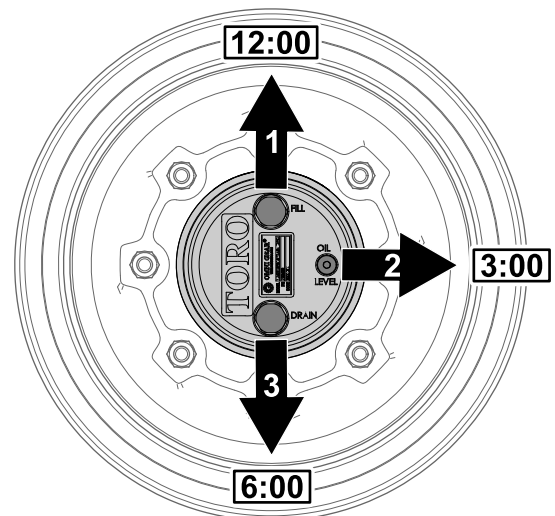

Figura 72
1. Parcați mașina pe o suprafață plană și poziționați roata astfel încât buoul de umplere să fie în poziția corespunzătoare orei 12, buoul de verificare în poziția corespunzătoare orei 3 și buoul de golire în poziția corespunzătoare orei 6 (Figura 72).
- Îndepărtați buoul de verificare în poziția corespunzătoare orei 3 (Figura 72).
- Parcați maina pe o suprafață plană, poziționați roata astfel încât buoul de umplere să fie în poziția corespunzătoare orei 12, buoul de verificare în poziția corespunzătoare orei 3 și buoul de golire în poziția corespunzătoare orei 6; consultați Figura 72 din Verificarea